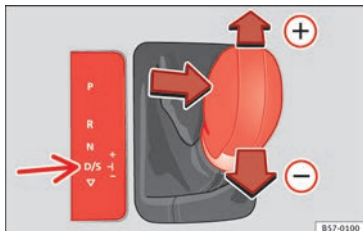

Fig. 183 Consola central: cambiar con tiptronic.
- Tire de la palanca selectora hacia adelante (+) para insertar una marcha superior »» **fig. 183**.